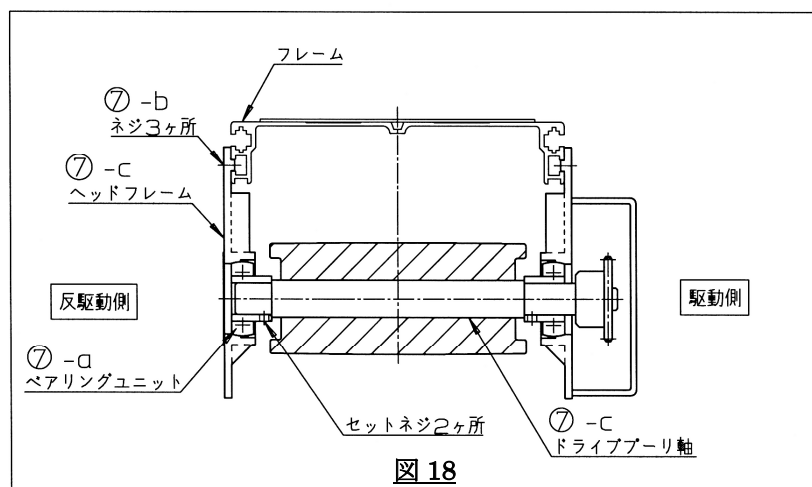

図 18
- ⑥ ヘッドステーを 2 本外してください。
- ⑦ ベルト幅が狭くベルトの交換に支障のある場合や、モータと反駆動側ヘッドフレームの隙間が狭くベルトの交換に支障がある場合は、下記の手順で反駆動側ヘッドフレームを外してください (図 18 参照)。